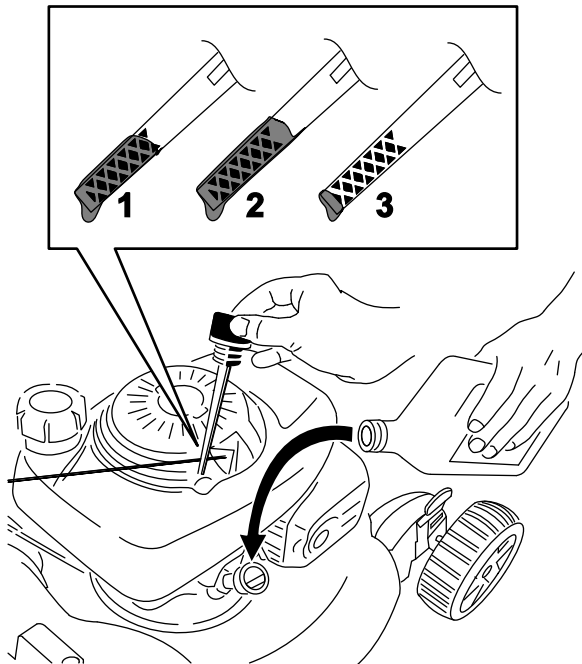

Bild 11
- Wenn der Ölstand am Peilstab zu hoch ist (Bild 11), lassen Sie Öl ab, bis der Ölstand am Peilstab richtig ist, siehe Wechseln des Motoröls \(Seite 16\).
2. Entfernen Sie den Peilstab, indem Sie den Deckel nach links drehen und herausziehen (Bild 11).
5. Lesen Sie den Ölstand am Peilstab ab. (Bild 11)
- Wenn der Ölstand am Peilstab zu niedrig ist (Bild 11), füllen Sie langsam etwas